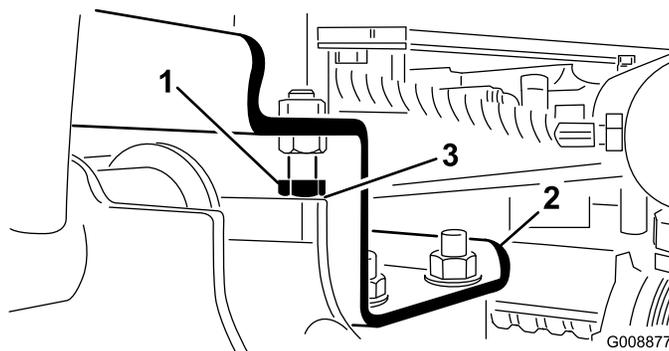

Figure 11
A. Desserrez les boulons d'arrêt (Figure 11).
2. Vérifiez que l'écartement entre chaque bras de relevage et le boulon d'arrêt est de 0,13 à 1,02 mm (Figure 11). Si ce n'est pas le cas, réglez les boulons d'arrêt de manière à obtenir l'écartement voulu.